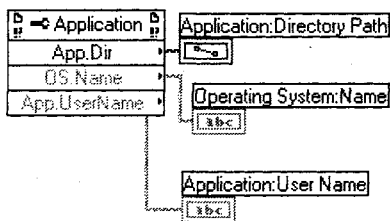

Рис. 13.24
1. Начав работу «с чистого листа», постройте блок-диаграмму, показанную на рис. 13.24. Для этого выберите функцию **Узел свойств** (Property Node) из палитры **Управление приложением** (Application Control), установите класс Приложение. С созданных для каждого из выбранных свойств индикаторов вы считываете имя операционной системы¹, каталог, в котором находится среда LabVIEW, и имя текущего пользователя LabVIEW.